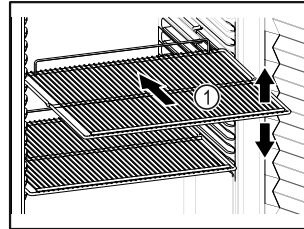

Fig. 55
- ❑ Якщо решітки для зберігання Fig. 55 (1) знімні, відрегулювати по висоті.